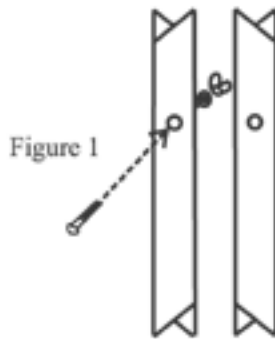

Figure 1
1) Take the four tables legs and make two sets as shown in figure 1. Insert carriage bolts through the holes in the legs and secure with a flat washer and wingnut. Make sure the two leg assemblies are mirror images of one another as shown.
Fixer la latte avant du siège (n°3) à l'avant des deux côtés (n°13) à l'aide de quatre vis n°8.(figure 1)
- 2) Place the Comfort Slat (#4) onto the two sides with the front edge against the pencil line as shown in fig. 1.
Placer la latte de confort (n°4) sur les deux côtés avec le bord avant contre la ligne tracée au crayon, tel qu'illustré à la figure 1.